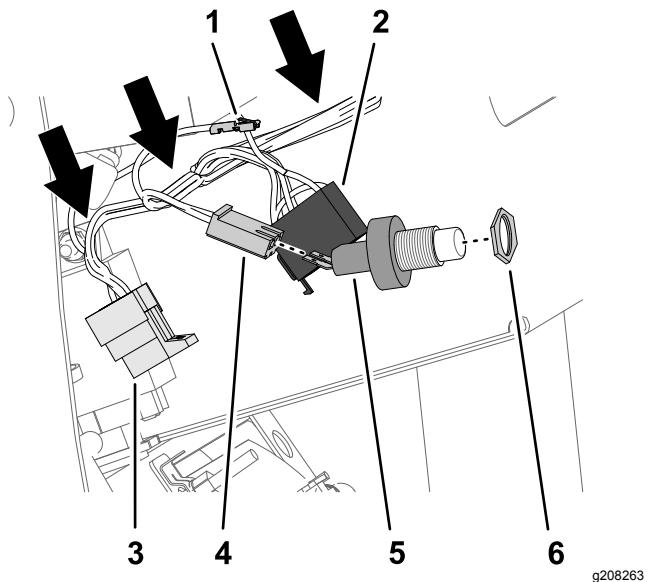

Figura 25
2. Localice los 3 conectores del extremo de la rama de 108 cm del arnés de cables del kit (Figura 25).
3. Enrosque la contratuerca (5/8") en las roscas del interruptor del claxon (Figura 25).
4. Enchufe los dos terminales planos del interruptor del claxon en el conector hembra de 2 vías de la rama de 108 cm del arnés de cables del kit (Figura 25).